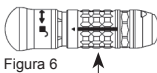

Figura 6
3. Sostenga la pieza de mano con firmeza en una mano y, con la otra, empuje y gire el casquillo de desbloqueo del accesorio hasta que la flecha esté alineada con el símbolo de desbloqueo (figura 6).